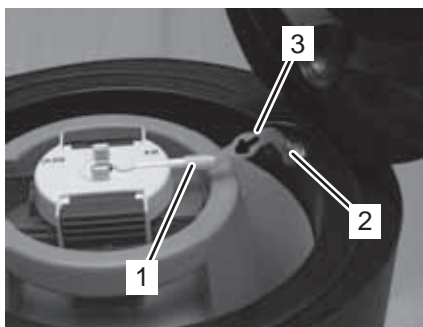

Fig. 28
12. Posez le fût réservoir dans la chambre de réfrigération de façon à ce que l'alimentation en air « Air In » (Fig. 28/1) de l'adaptateur de fût soit orientée vers l'arrière.
13. Reliez maintenant l'alimentation en air « Air In » (Fig. 28/1) et celle de l'appareil (Fig. 28/2) avec un tuyau à air (Fig. 28/3). La flèche figurant sur le tuyau à air doit alors être orientée dans la direction de l'alimentation en air « Air In » sur l'adaptateur de fût.